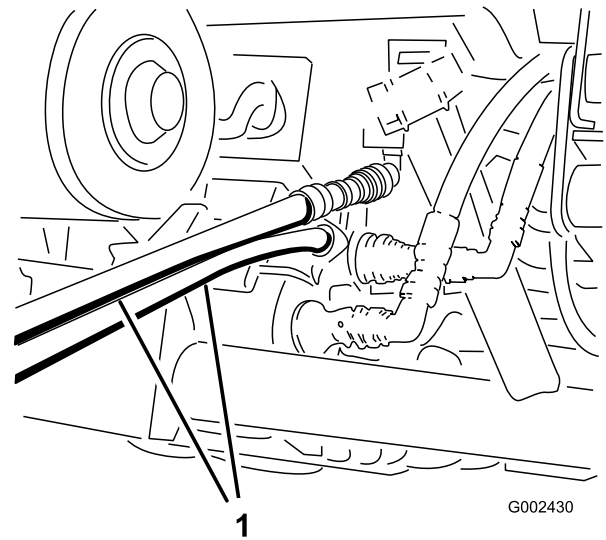

Bild 94
4. Schließen Sie am anderen Fahrzeug die zwei Schläuche an der Kupplung an, die sich noch in der Kupplungshalterung befindet (schließen Sie den oberen Schlauch an die obere Kupplung und den unteren Schlauch an der unteren Kupplung an) (Bild 94).